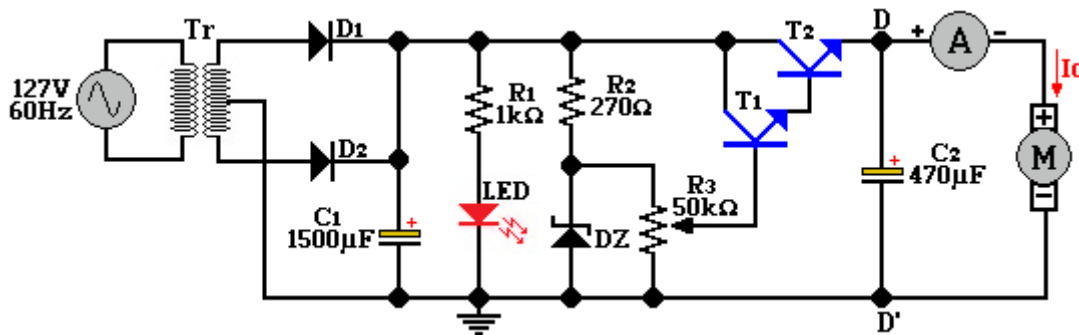

Figura 4.3
8. Desconecte el transformador. Coloque el capacitor C₂, el motor de CD y el amperímetro como se observa en la figura 4.3.
2. Explique paso a paso el funcionamiento de la fuente de voltaje de la figura 4.3.